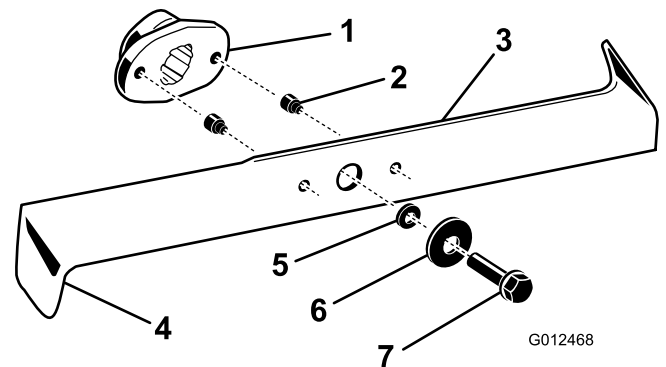

Figure 37
2. Examinez le tranchant des lames (Figure 37). Si elles ne sont pas tranchantes ou présentent des indentations, déposez et affûtez les lames ; voir Aiguisage des lames.
3. Inspectez les lames, surtout les bords recourbés (Figure 37). Si vous remarquez que les lames sont usées ou endommagées à ces endroits, remplacez-les immédiatement.
4. Si les goupilles de cisaillement sont cassées, remplacez-les immédiatement (Figure 37).
3. Enlevez les boulons, les rondelles et les lames (Figure 37). Pour enlever le boulon, bloquez éventuellement la lame en introduisant une cale en bois entre la lame et le carter de tondeuse.
1. Montez les lames, les rondelles et les boulons de fixation (Figure 37).